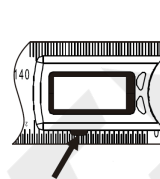

Abb.1
- Batteriehalter drücken (Abb.1)